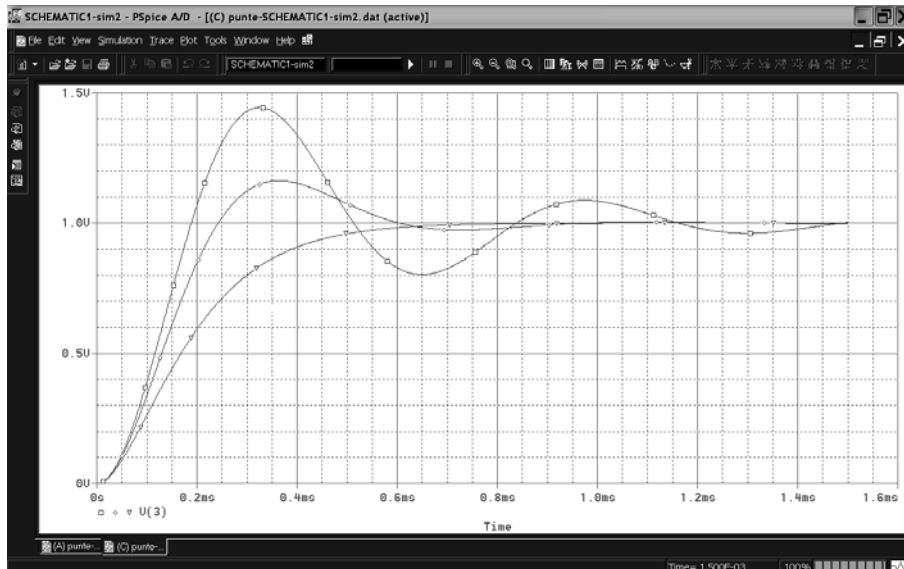

Figure 5.38. Răspunsul la semnal treaptă al circuitul RLC
6. Vizualizați ieșirea V(3) și identificați cele 3 regimuri (fig. 5.38).